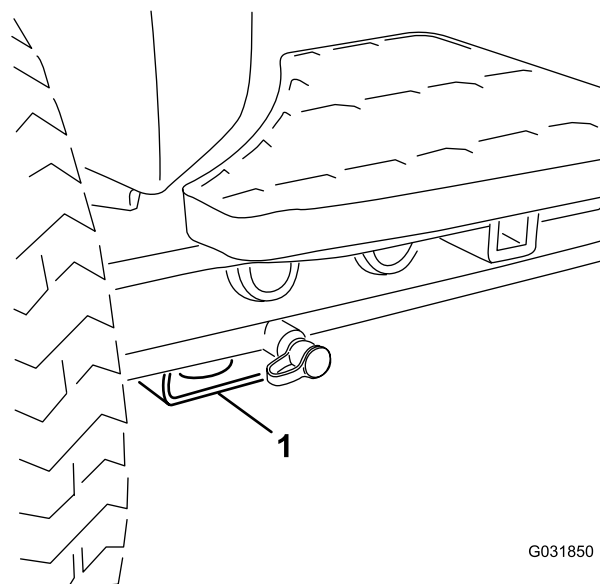

Figura 56
- Dianteira – pastilha retangular, por baixo do tubo do eixo, dentro de cada pneu dianteiro (Figura 56).